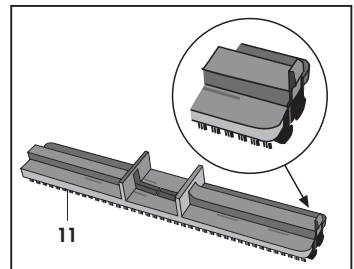

Abb. 14
- Einsatz mit Borstenleisten (11) um harte Flächen zu reinigen **(Abb. 14)**.